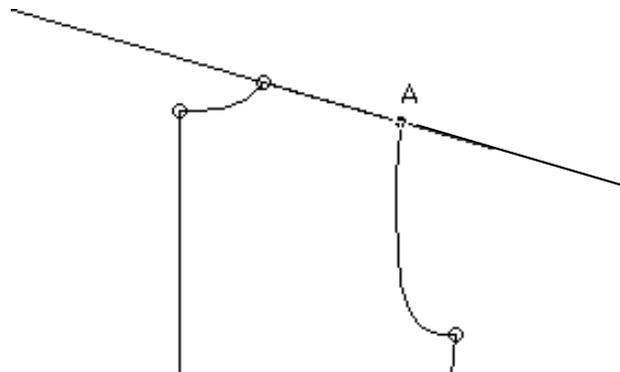

Figura 2-13.
6. Seleccione y arrastre el punto A, sin soltar el clic del mouse. Vea la Figura 2-13.